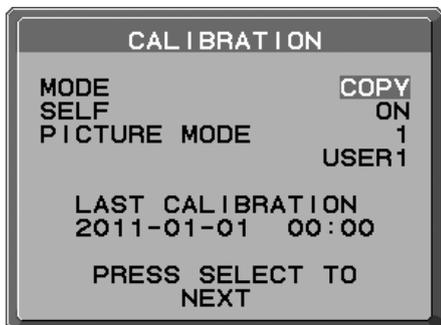

Abbildung C.3
3. Drücken Sie auf Monitor B LINKS oder RECHTS, um für den MODUS die Einstellung KOPIE auszuwählen (**Abbildung C.3**).